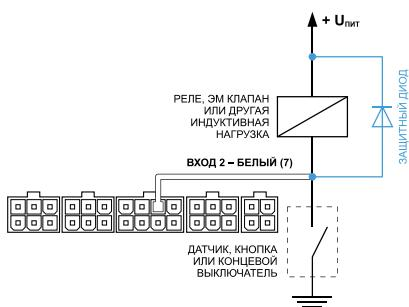

Рисунок 1.
1. Защитный диод (рис.1) – устанавливается параллельно индуктивной нагрузке. При этом ток защитного диода ($I_{диода,прямой}$) должен быть не менее $1.5 \cdot I_{удержания\ катушки}$. Если ток удержания катушки неизвестен или есть сомнения, следует использовать схему включения с защитным реле.